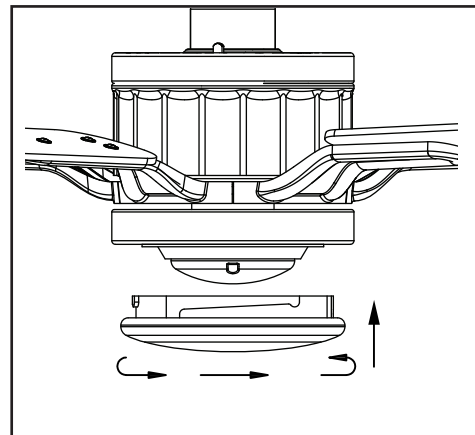

Figure 18
5. Placez l'abat-jour, en alignant les trois parties plates en haut de l'abat-jour avec les trois crans relevés du bac de luminaire. Tournez l'abat-jour dans le sens horaire jusqu'à ce qu'il s'arrête. (Figure 18)